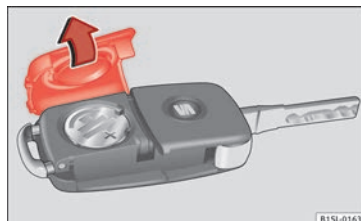

Fig. 126 Llave del vehículo: tapa del compartimento para la pila.
La pila se encuentra en la parte trasera de la llave del vehículo, bajo una tapa » **fig. 126**.
- Retire la tapa de la parte trasera de la llave del vehículo »» fig. 126 en la dirección de la flecha »» ❶.
- Coloque la tapa en la carcasa de la llave del vehículo, presionándola tal como se muestra »» fig. 126, en sentido contrario a la flecha, hasta que encastre.
❶ CUIDADO